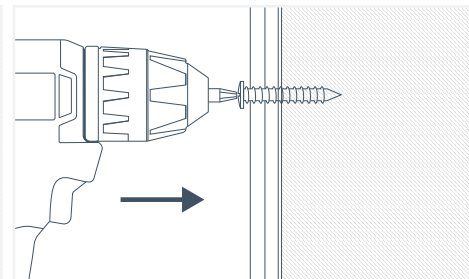

Fig. 6
- Los tornillos deben instalarse rectos y nivelados para permitir el movimiento (Fig. 6)